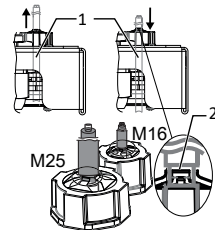

Fig. 14: Skærmholder ved EMC-forskruing
- 1 Kontroller, at ledninger (1) ikke udsættes for træk/tryk ved at åbne og lukke dørene helt.
- 2 Marker positionen i forhold til skærmholderen på klemmeholderen (2) på EMC-forskruingerne.
- 4 Træk ledningerne på skærm punktet tilbage, indtil afskærmningen er helt udført af klemmeholderen, og tilslutningskablet ikke kan flyttes. [See figure 14] [▶ Page 110]